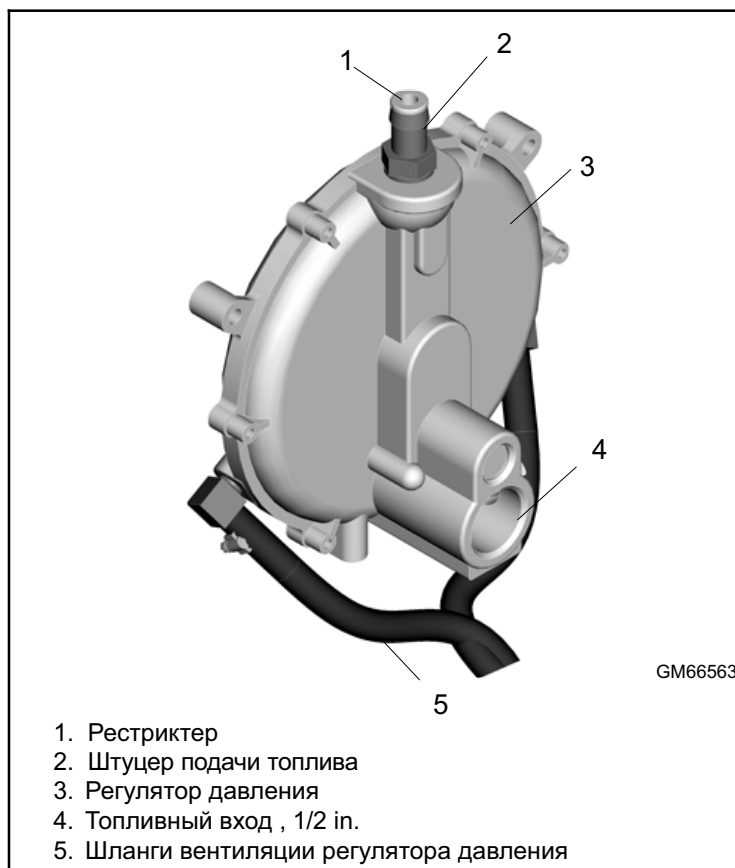

Рисунок 2.21: Положение компонентов цепи подачи, 20 RES / RES 20
7. Установите рестриктер №1 (ограничитель потока) на штуцер №2 см. Рис. 2.21